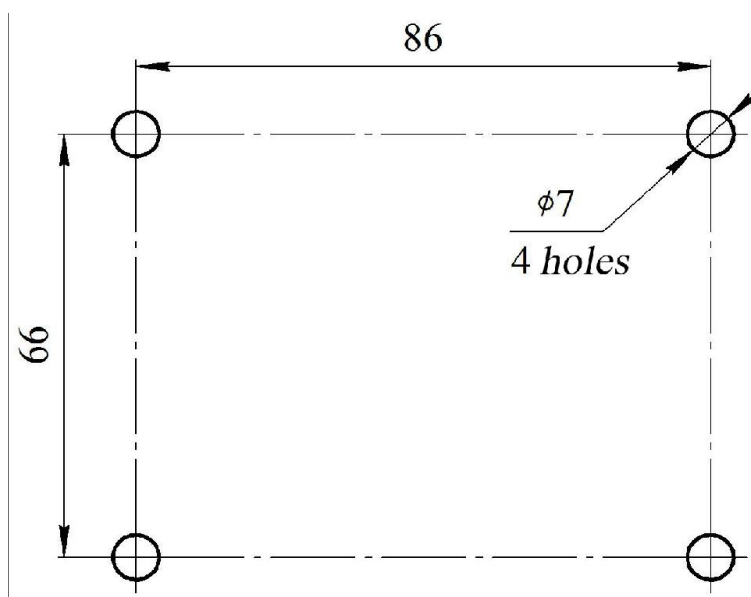

Figura 2
6.2. Fixati generatorul pe suprafata de sustinere (perete, plafon sau pardoseala) in orice loc potrivit al spatiului protejat. Dimensiunile si dispunerea gaurilor de fixare pentru montajul GOA sunt aratate in figura 2.